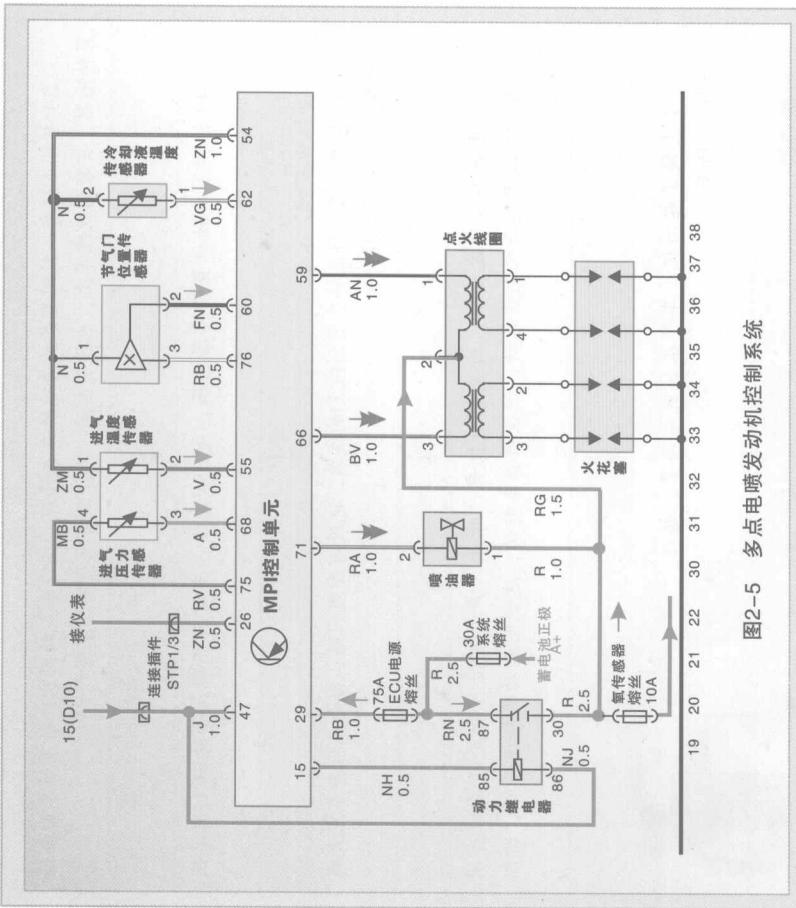

图2-5 多点电喷发动机控制系统
8) 根据图2-5所示的电路图，对有关供电线路进行分析。从线路图来看所有执行元件均是通过继电器提供电源电压(12V)的，继电器受点火开关控制。检查表明，执行元件在接通点火开关时均有蓄电池电压，说明对执行元件的供电正常。发动机ECU有26、47、29三个电源端子，其中端子26由点火开关控制，经熔丝和仪表盘上的故障指示灯供电，接通点火开关后能测到蓄电池电压；端子47也是由点火开关控制，经熔丝供电。接通点火开关后能测到蓄电池电压；端子29由蓄电池经熔丝直接供电，在发动机ECU线路板上也能测到蓄电池电压，上述检测结果说明对发动机ECU供电是正常的。